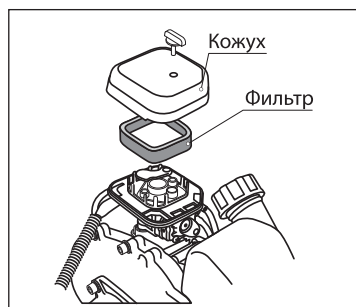

Рис. 12
1. Снять крышку фильтра, отвернув гайку (рис. 12), и извлечь фильтрующий элемент.